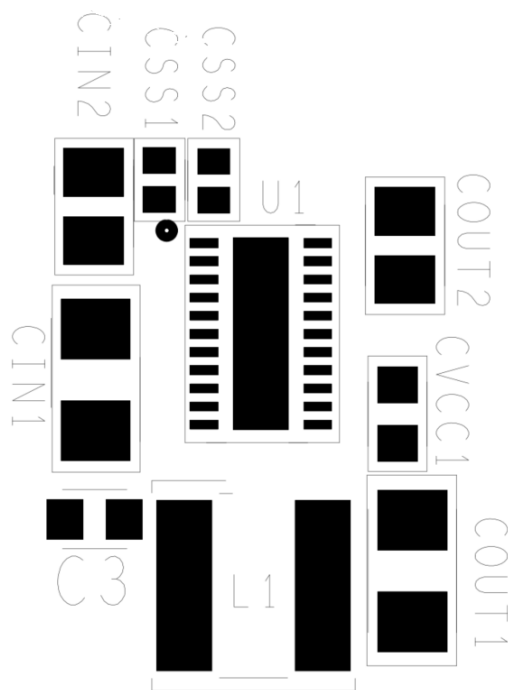

図 61. プリント回路基板例の部品配置
パワーコンバータのレイアウトを適切に行うと、EMI とノイズが最小限に抑えられ、設計が最初からうまくいくようになります。Renesas の Web サイトでは、PCB レイアウトが複数の形式で提供されています。さらに、PCB レイアウトの重要点を図 61 に示します。実際には、RAA212421 の PCB レイアウトはいたってシンプルです。
- GND プレーンのある多層 PCB を推奨します。図 61 に、コンバータの重要な部品の配置を示します。コンデンサ C_{IN} および C_{OUT} は、それぞれ複数の物理的コンデンサを表します。最も重要な接続は、GND1 ピンと GND2 ピンをパッケージの GND パッドに接続してから、ビアを使用して GND パッドをシステムの GND プレーンに直接接続します。この GND パッドからシステムのプレーンへの接続により、全ての帰還電流に対して低インピーダンスの経路が確保されるだけでなく、熱を放散するための優れた熱経路が確保されます。この接続が完了したら、高周波の MLCC 入力コンデンサを V_{IN1} ピンの近くに配置し、このコンデンサパッドにビアを直接使用してシステムの GND プレーンに接続します。
部品配置の例を図 61 に示します。